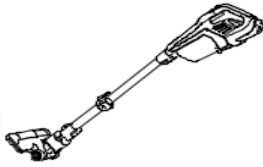

Bild.14
- Verbinden sie den Handsauger mit dem Aluminiumrohr und der Elektroaugbürste. (Bild 14)